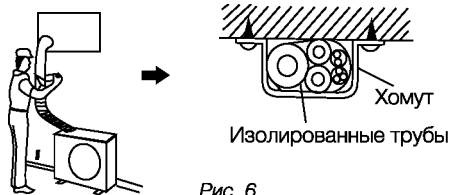

Рис. 6
- Оберните изолянт трубу от нижней части внешнего блока до верхней части трубы, где она входит в стену. После того, как вы сделаете один оборот лентой, перекройте его следующим внахлест (Рис. 6).